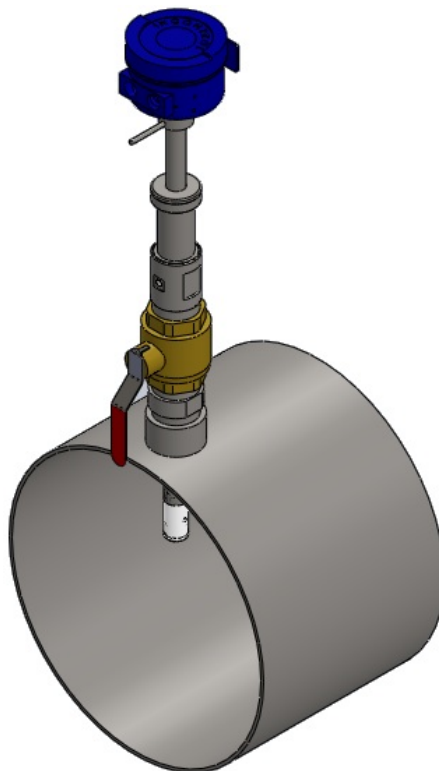

Figura 3
- As conexões elétricas e/ou suporte do medidor devem ficar posicionados conforme a **figura 3**.